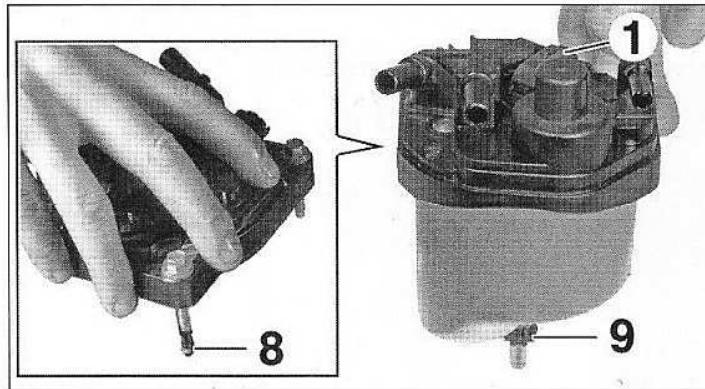

FIG.53
- Contrôler l'état du joint (8) de la vis de purge d'eau (1) (Fig.53).